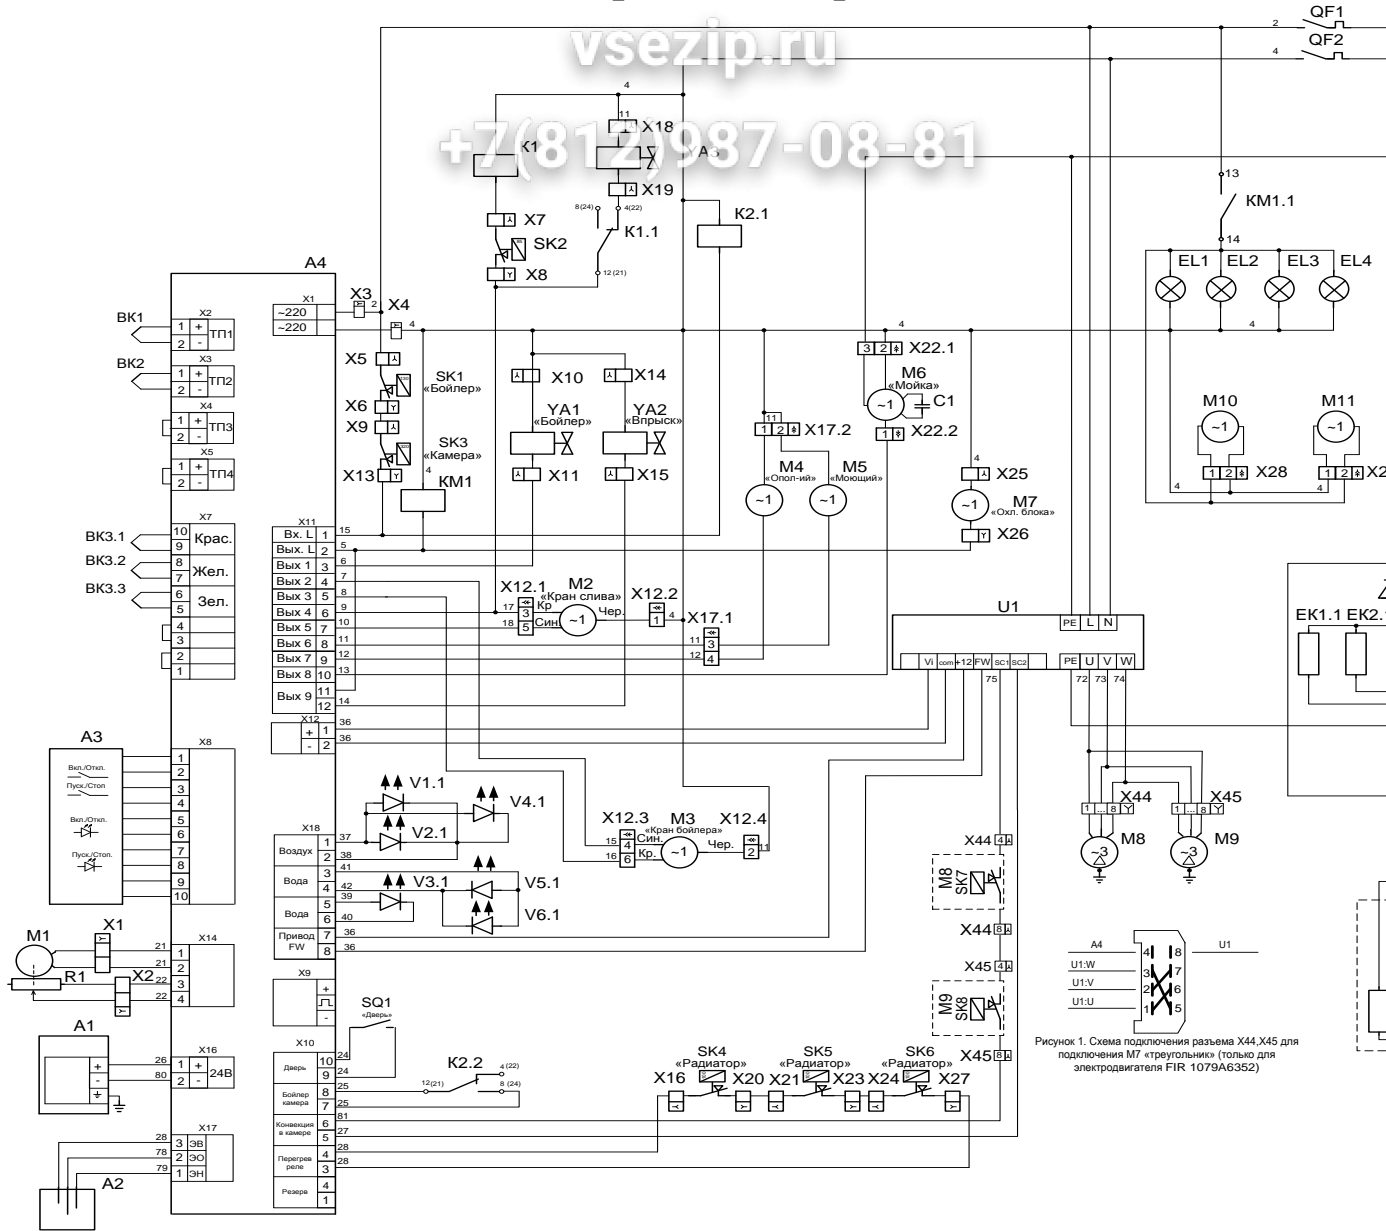

Рисунок 1. Схема подключения разъемов X44, X45 для подключения M7 «треугольник» (только для электродвигателя FIR 1079A6352)
- залить жидкость для удаления накипи (например, «Кумкумит») в парогенератор, для чего необходимо снять направляющие поз.5 рис. 1, перегородку поз.3 рис 1 и с помощью медицинской клизмы (груши) или другого насоса залить жидкость в парогенератор в количестве по инструкции на жидкость (объем парогенератора 4 л);